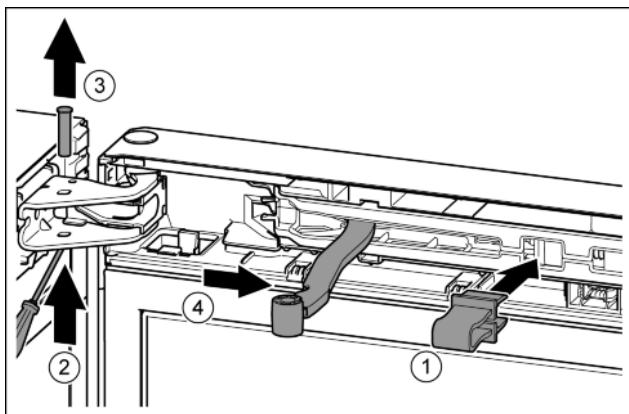

Fig. 7
- Zakvačite osigurač u otvor. Fig. 7 (1)
- Odvijačem odvijte svornjake. Fig. 7 (2)
- Skinite svornjake prema gore. Fig. 7 (3)
- Okrenite zglob u smjeru vrata. Fig. 7 (4)